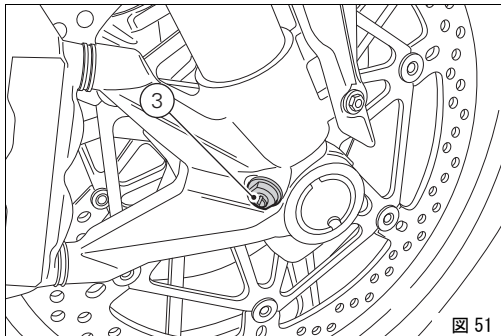

図 51
- 3) 油圧ブレーキのコンプレッションダンピング調整 (図 51)。